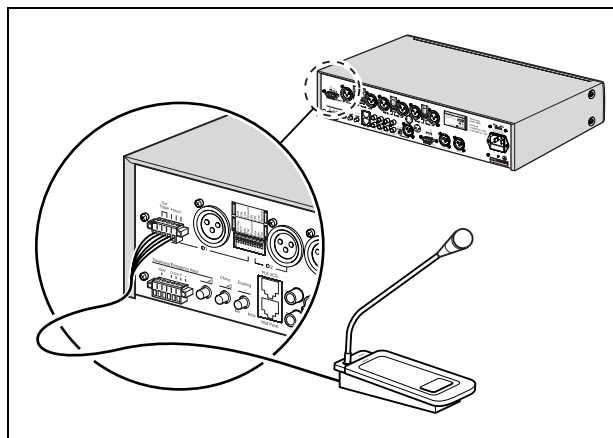

figura 4.4: euro conector con activación
- euro conector con activación. Consulte figura 4.4.